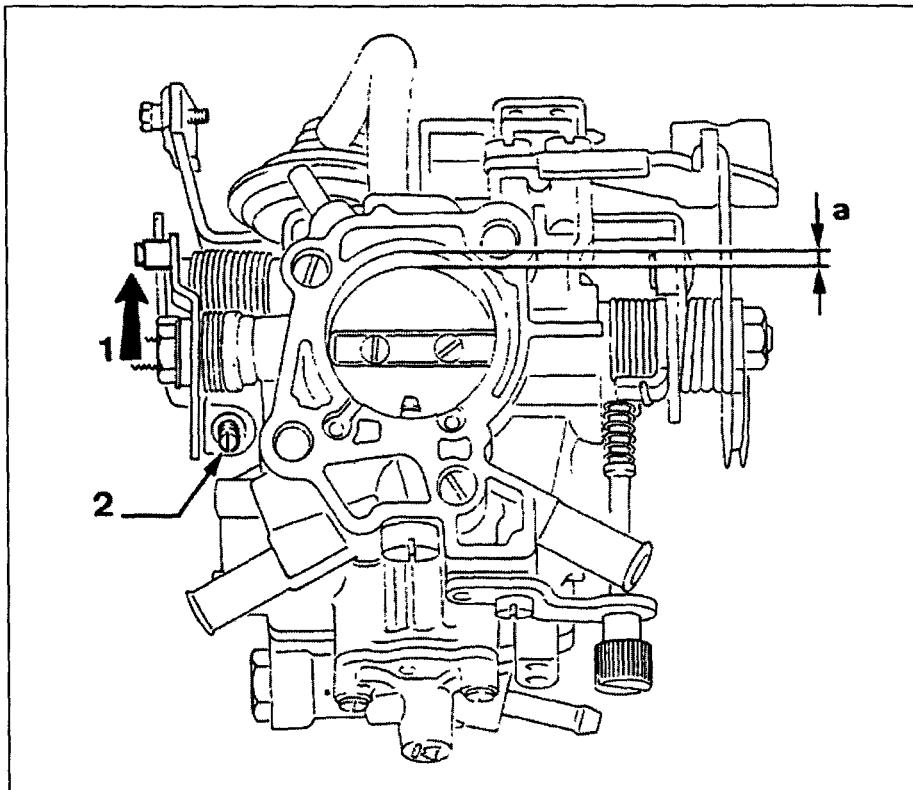

Рис. 4.17 Регулировка пусковых оборотов - карбюратор снят
- 17 Переверните карбюратор. Переведите воздушную заслонку в полностью закрытое положение. Винт регулировки пусковых оборотов должен упереться в кулачок и принудительно открыть дроссельную заслонку, чтобы получился небольшой зазор (рис. 4.17).